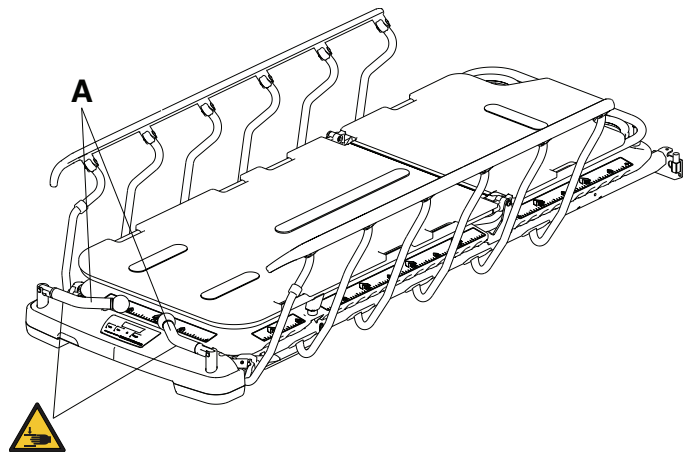

图 12 – 收起足端推动把手
3. 采取相反的操作步骤收起足端推动把手(A) (图 12)。